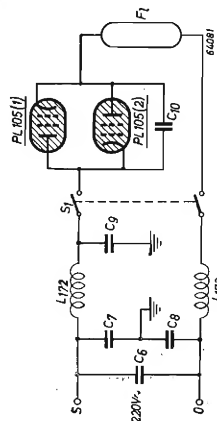

Fig. 7 - Filtro per la soppressione delle interferenze con le stazioni della radiodiffusione.
L'interferenza può prodursi in due modi e cioè per trasmissione attraverso la linea e per radiazione del dispositivo di spegnimento delle lampade fluorescenti. La prima di queste cause è la più importante e viene soppressa con la massima efficacia mediante il filtro illustrato in fig. 7. A questo filtro si deve aggiungere un condensatore da 0,01 µF in parallelo ai thyatrons. Il filtro sarà preferibilmente montato entro la medesima cassetta che contiene il di-
- L172, L173 (fig. 7) — Induttanza circa 600 µH: